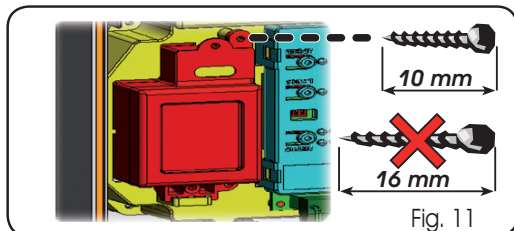

Fig. 11
2. Introduzca la batería en el alojamiento obtenido y fíjelo en los correspondientes soportes de anclaje (Fig.11).